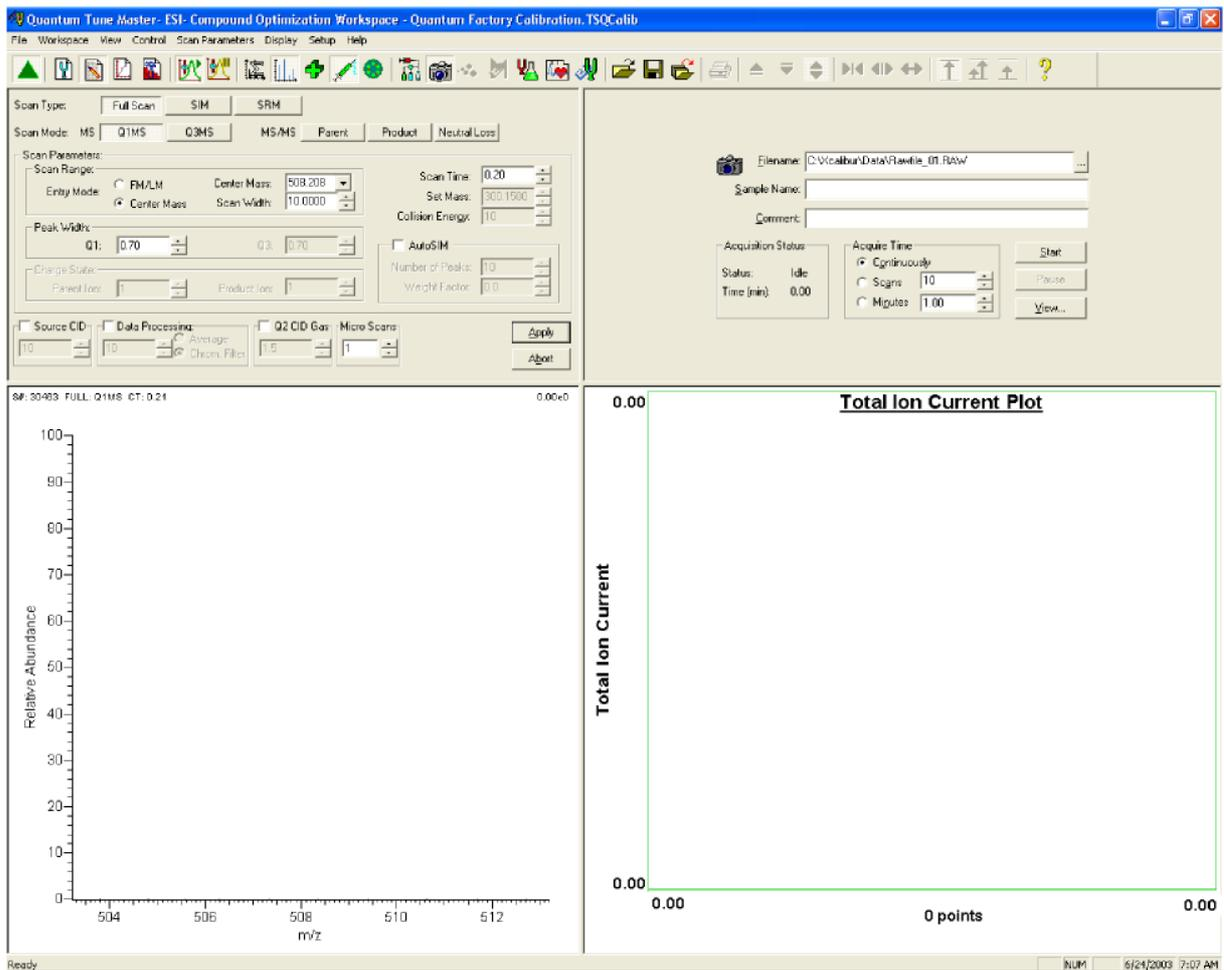

图 2-6. Instrument Method Development Workspace
- a. 在Tune Master窗口中，在Control / Scan Mode工具栏上点击Instrument Method Development Workspace 按钮显示该工作区域，见图2-6。